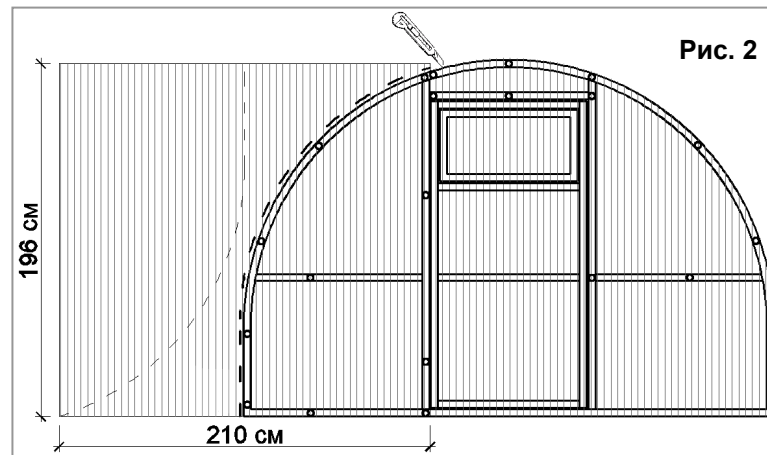

Рис. 2
5.1.3. С втората част от поликарбоната (размер 196x210 см) покрийте оставащата част от челния панел. Закрепете със самонарезни винтове и изрежете равно по дъгата. Оставащият поликарбонат използвайте за покриване на втория челен панел, както е показано на рис.2